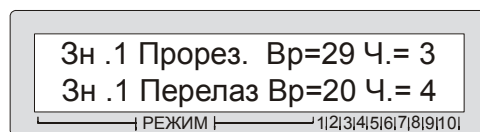

Рисунок 23
Для проведения проверки необходимо войти в режим отображения текущего состояния зоны охраны. При этом для зоны 1 необходимо нажать клавишу «1», для зоны 2 клавишу «2». Нажатие клавиши «1» приводит к отображению текущего состояния зоны охраны 1 (рис. 23)
- Для имитации попытки перелаза попытайтесь забраться на ограждение. При этом на дисплее (рис. 23) Вр - текущее состояние временного окна перелаза должно начать уменьшаться на единицу каждую секунду. Ч.- текущее значение предельного времени перелаза будет уменьшаться на единицу с каждым воздействием, соответствующему требуемому минимальному уровню обнаружения. ✖ Значения параметров Ч. и Вр. можно изменить в режиме программирования (п. 2.6.5). Данные параметры устанавливаются, исходя из конкретных условий объекта. Если значение Ч. уменьшается при слишком малом воздействии, необходимо для однократной попытки перелаза через ограждение, необходимо увеличить **порог** срабатывания по перелазу в режиме программирования (п. 2.6.5). Если значение Ч. уменьшается при слишком большом воздействии, необходимо для однократной попытки перелаза через ограждение, необходимо уменьшить **порог** срабатывания по перелазу в режиме программирования (п. 2.6.5). Значение